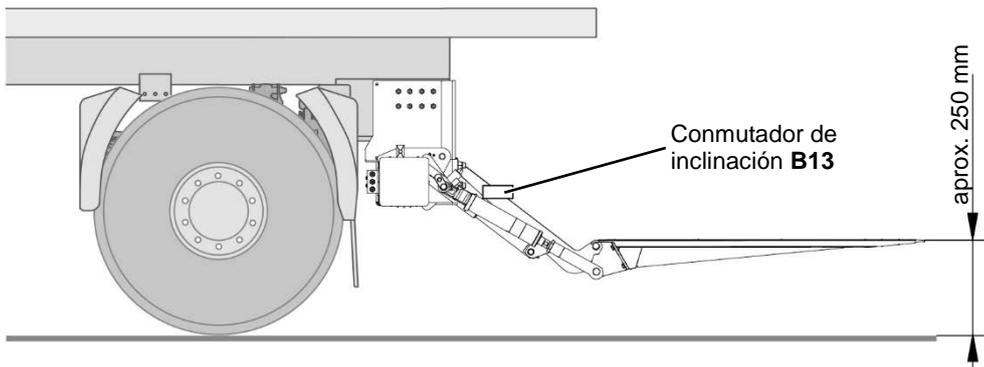

Figura 45: Conmutador de inclinación **B13** (1)
- Coloque la plataforma en posición horizontal a unos 250 mm del suelo, tal como se indica en Figura 45, página 67.